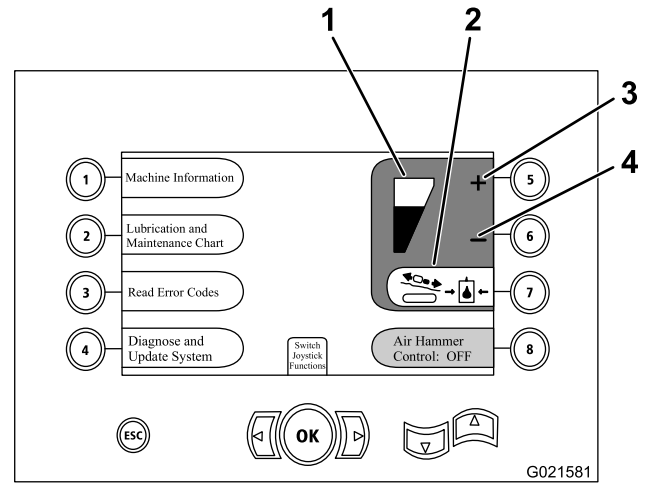

Figura 69
2. Aumente o reduzca la presión del carro como se indica a continuación: (Figura 69).
- Pulse el botón 5 de la pantalla para reducir la presión del carro (Figura 69).
- Pulse el botón 6 de la pantalla para aumentar la presión del carro (Figura 69).
Nota: El indicador de presión del carro (Figura 69) subirá o bajará a medida que aumente o reduzca la presión del carro.